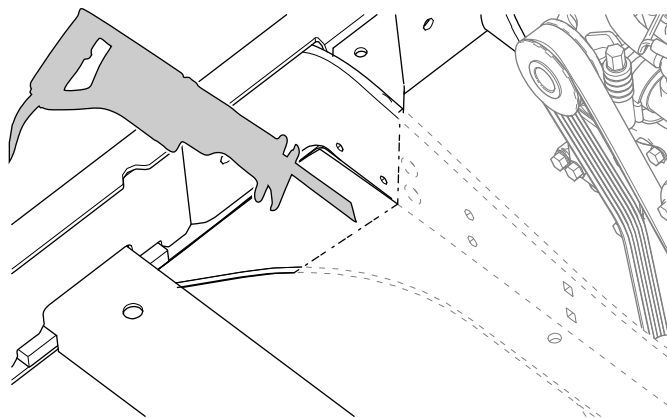

Figura 10
3. Utilice una sierra alternante para cortar recto a través del metal a lo largo de las marcas (Figura 10). Si fuera necesario, utilice una lijadora para asegurarse de que los cortes están alineados con el borde.